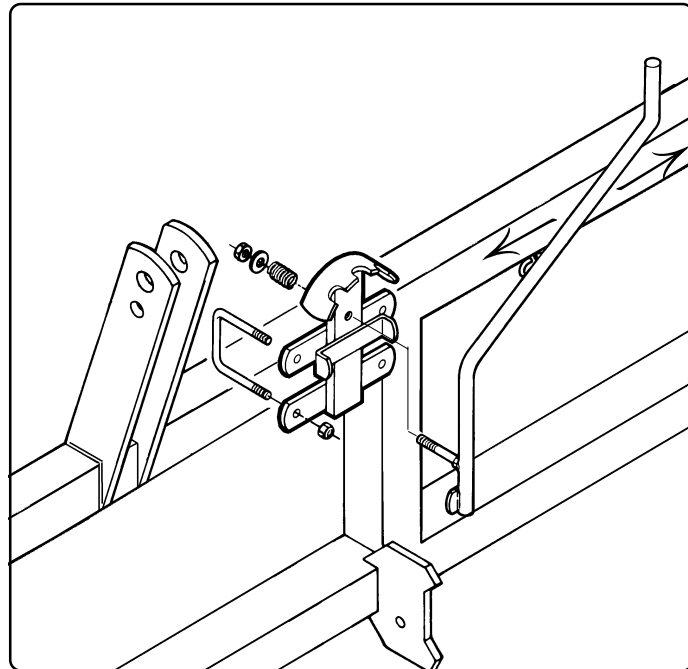

Fig. 4
- Comando manuale, standard (Fig. 4);
- *Manual control, standard (Fig. 4);*
- Steuerung von Hand (Abb. 4)
- *Commande manuelle, standard (Fig. 4);*
- Accionamiento manual, estándar (Fig. 4);